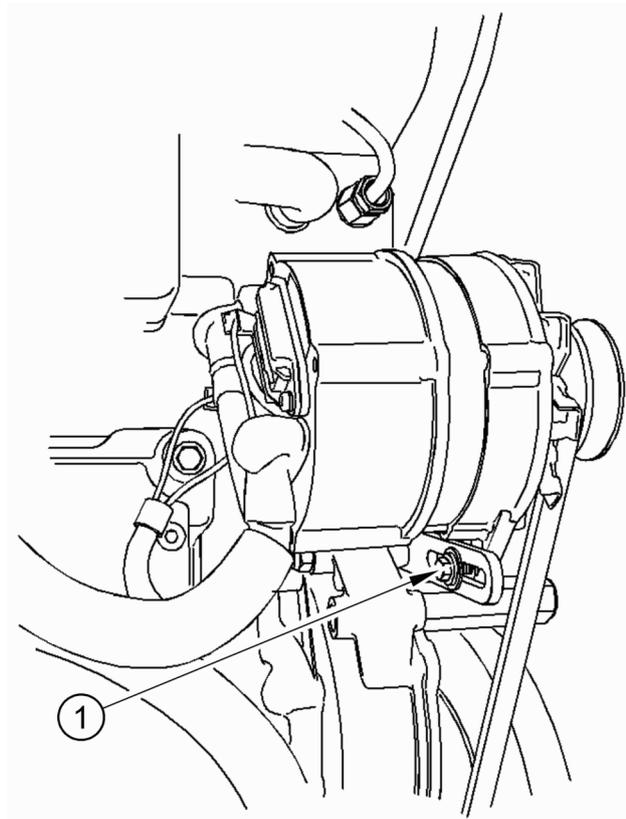

Figura 12
2. Allentare il bullone (figura 12 voce 1) e regolare l'alternatore per variare la tensione della cinghia. Serrare tutti i bulloni per regolare l'alternatore a 22 Nm.